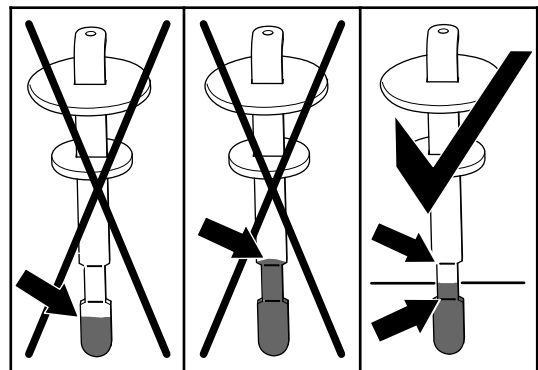

Figure 122
6. Ressortez la jauge et vérifiez le niveau de liquide (Figure 122).